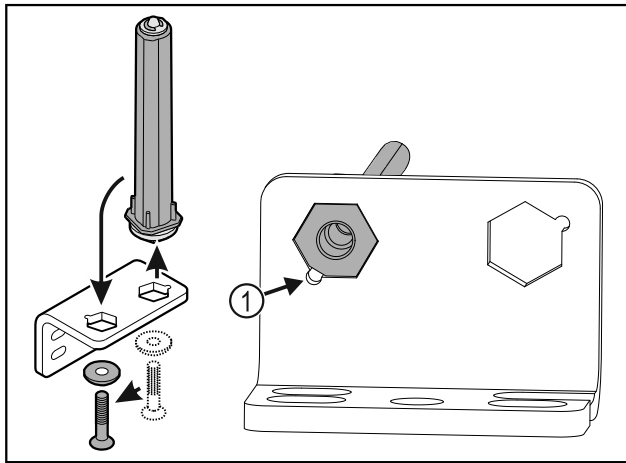

Fig. 38
- ▶ 在安装时请注意，让螺栓斜面 Fig. 38 (1) 朝向圆孔。